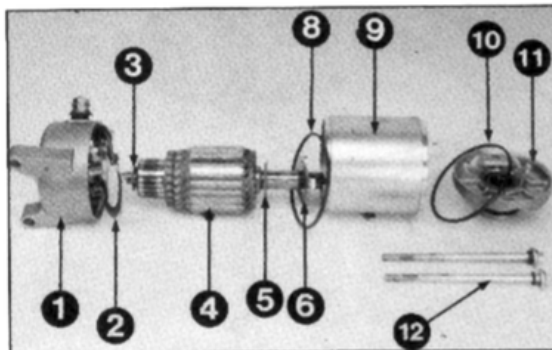

Bild 80
- ☑ Bürstenlänge messen, Verschleißgrenze 4 mm, siehe Bild 80.